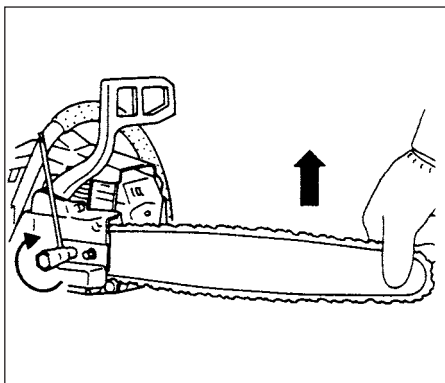

Fig.1-4
• KORREKT SPÄNNING ÄRYTTERST VIKTIGT! (Fig. 1-4, 5)
6. Lyft upp svärdsänden och drag fast svärdsbultsmuttrarna med den fasta nyckeln. (Fig. 1-4)